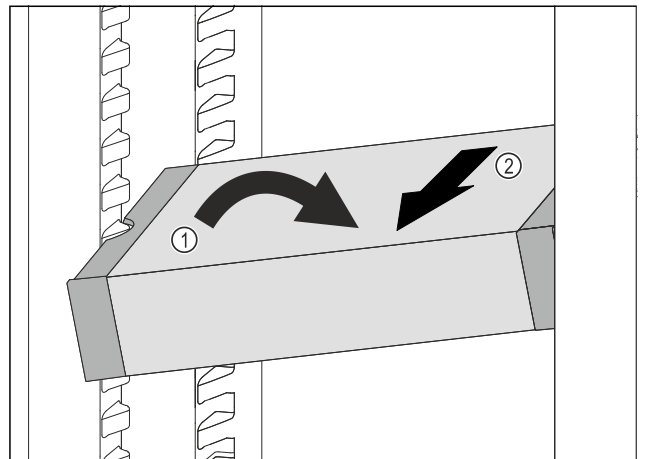

Fig. 112
- ▶ Poziționați oblic VarioSafe în frigider. Fig. 112 (1)
- ▶ Extrageți VarioSafe spre înainte. Fig. 112 (2)